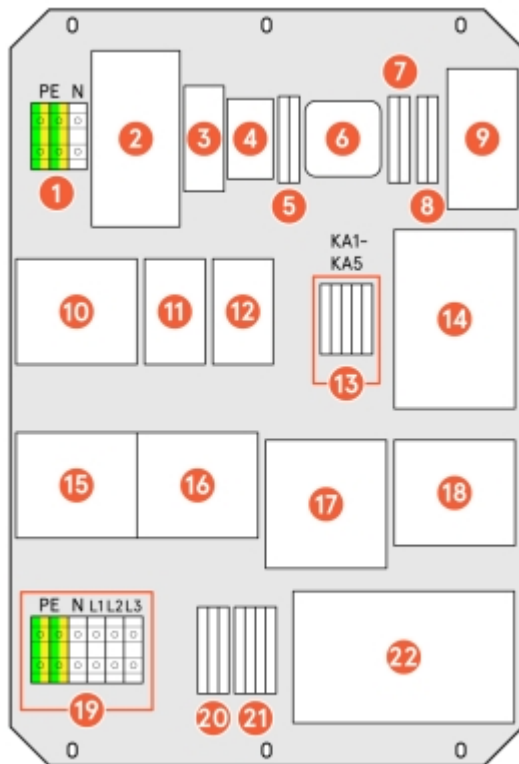

Abbildung 61: Bauteile des SmartHub – Revision 01
- 1.1 Wenn WLAN nicht aktiviert ist, drücken Sie zur Aktivierung die WLAN-Taste im Smarthub, siehe **Abbildung 61**.